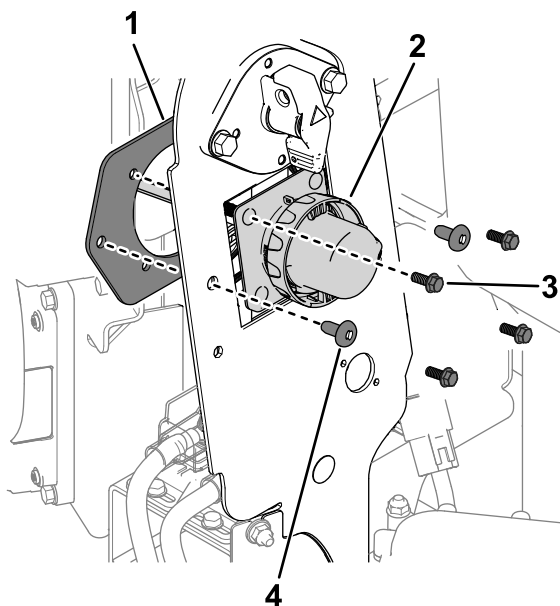

Figura 2
2. Retire los herrajes que fijan el conector del cargador y la placa del conector al panel del bastidor (Figura 2).